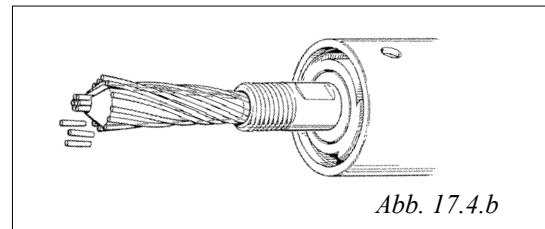

Abb. 17.4.b
6. Schneiden Sie die Drähte, die ausserhalb des Konus liegen in gleicher Länge mit der Biegung ca 5 mm ab. Siehe Abb.17.4.a.